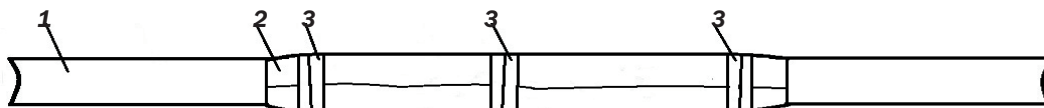

Рис. 15. Установка экрана над сростком:
5.16 Лист фольги, без натяжения накладывают на сросток и наматывают на него до конца. Руками в чистых рабочих перчатках (или перчатках) фольгу аккуратно обжимают до плотной посадки на сросток. Наружный край листа фольги фиксируют бандажными из липкой виниловой ленты (см. рис. 15).